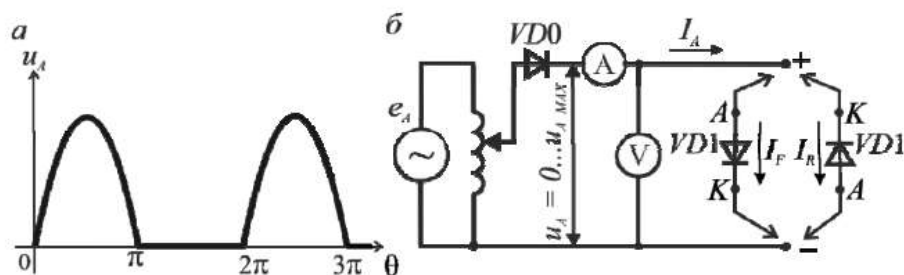

Рисунок 8
13. Были произведены замеры средних значений напряжений и токов силового нелавинного диода в прямом и обратном направлениях (рисунок 8) и были получены следующие значения: $U_F=2$ В, $I_F=5$ А, $U_R=5$ В, $I_R=0,06$ мА.